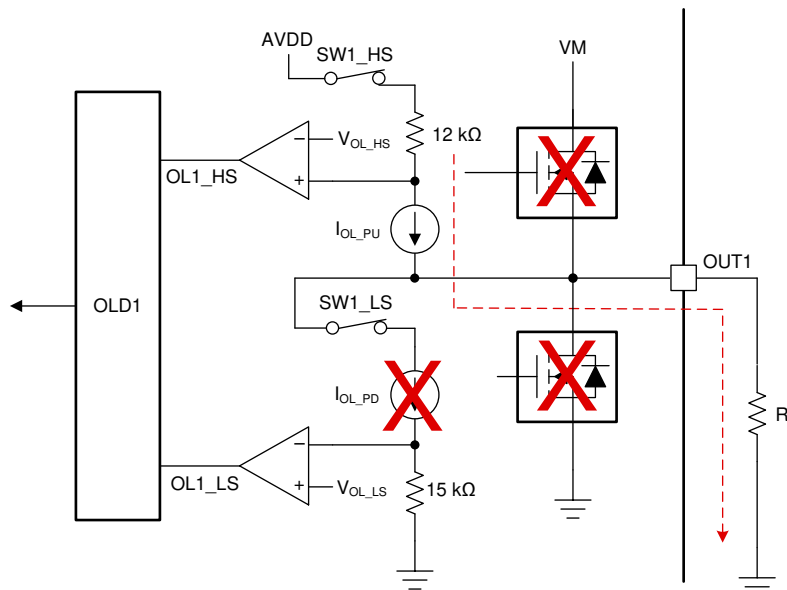
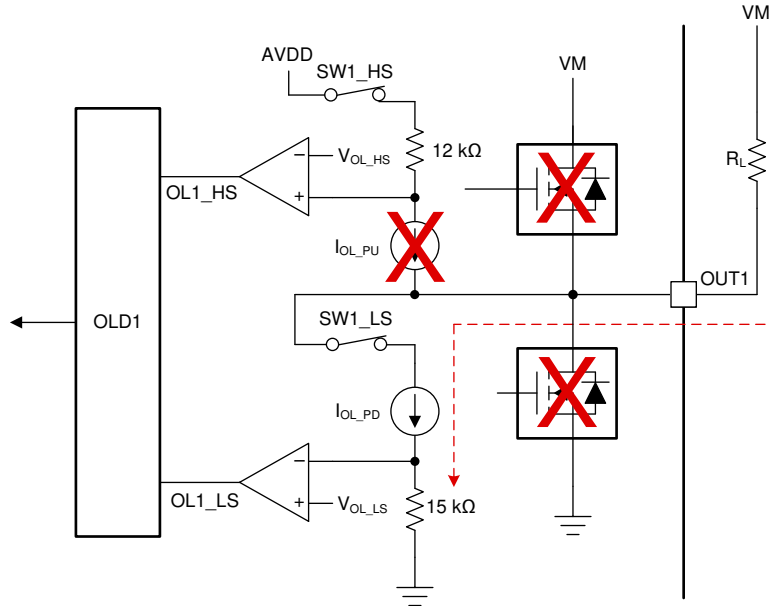

図 8-18. グランド (GND) に接続された負荷の開放負荷検出回路
図 8-20. 電源電圧 (VM) に接続された負荷の開放負荷検出回路
OLD 回路は、電流源 (および電流シンク)、直列シーケンス スイッチ (デジタル コアによってシーケンスされる)、抵抗、コンパレータの 4 つの主要コンポーネントで構成されています。グランド (GND) に接続された負荷の場合、図 8-18 に示すように、電流源 ($I_{\text{OL_PU}}$) が OUTx ノードを内部レギュレータ電圧 (AVDD) にプルアップし、電流は内部レギュレータ電圧 (AVDD) から接続負荷を介してグランドに流れます。さらに、電源 (VM) に接続された負荷の場合、図 8-20 に示すように、電流シンク ($I_{\text{OL_PD}}$) が電源電圧 (VM) から接続負荷を経由してグランドに電流をプルダウンします。OUTx 端子に接続された負荷の抵抗は、ソース / シンク電流を変化させ、間接的に 2 つの抵抗 (12k Ω と 15k Ω) 間の電圧降下を変化させます。2 つの抵抗間のこの電圧降下は、内部コンパレータによって基準電圧 ($V_{\text{OL_HS}}$ と $V_{\text{OL_LS}}$) と比較され、OL1_HS と OL1_LS として出力されます。このコンパレータ出力は、開放負荷条件を判定するために開放負荷デジタル回路に供給されます。
図 8-18 に、内部 OLD 回路を持つグランドに接続された負荷を示します。ハイサイドの開放負荷シーケンスがアクティブになると (SW1_HS がオン、SW1_LS がオフ)、電流源 ($I_{\text{OL_PU}}$) が OUT1 ノードを内部レギュレータ電圧 (AVDD) にプルアップし、電流は内部レギュレータ電圧 (AVDD) から接続負荷 (R_L) を介してグランドに流れます。このとき、負荷の有無によって、以下の 3 つのケースが考えられます。
8.2.3.3 電源 (VM) に接続された負荷の OLD
図 8-20 に、内部 OLD 回路を持つ電源 (VM) に接続された負荷を示します。ローサイドの開放負荷シーケンスがアクティブになると (SW1_HS がオフ、SW1_LS がオン)、電流シンク (I_{OL_PD}) が OUT1 ノードを電源電圧 (V_{VM}) にプルダウンし、電流は電源 (VM) から接続負荷 (R_L) を介してグラウンドに流れます。このとき、負荷の有無によって、以下の 3 つのケースが考えられます。